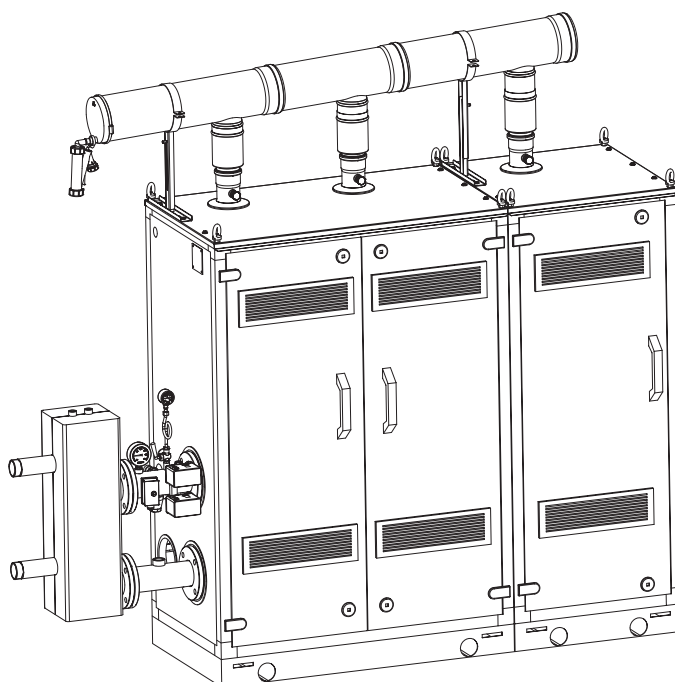

Fig. 6
2.7 KIT COLLETTORE FUMI PER INSTALLAZIONI INTERNE (fig. 6)
rimento alla fig. 6. Le soluzioni indicate hanno il collettore fumi (da richiedere a parte) con l'uscita posizionata a dx dei moduli. E' comunque possibile portare l'uscita a sx ruotando semplicemente il collet-